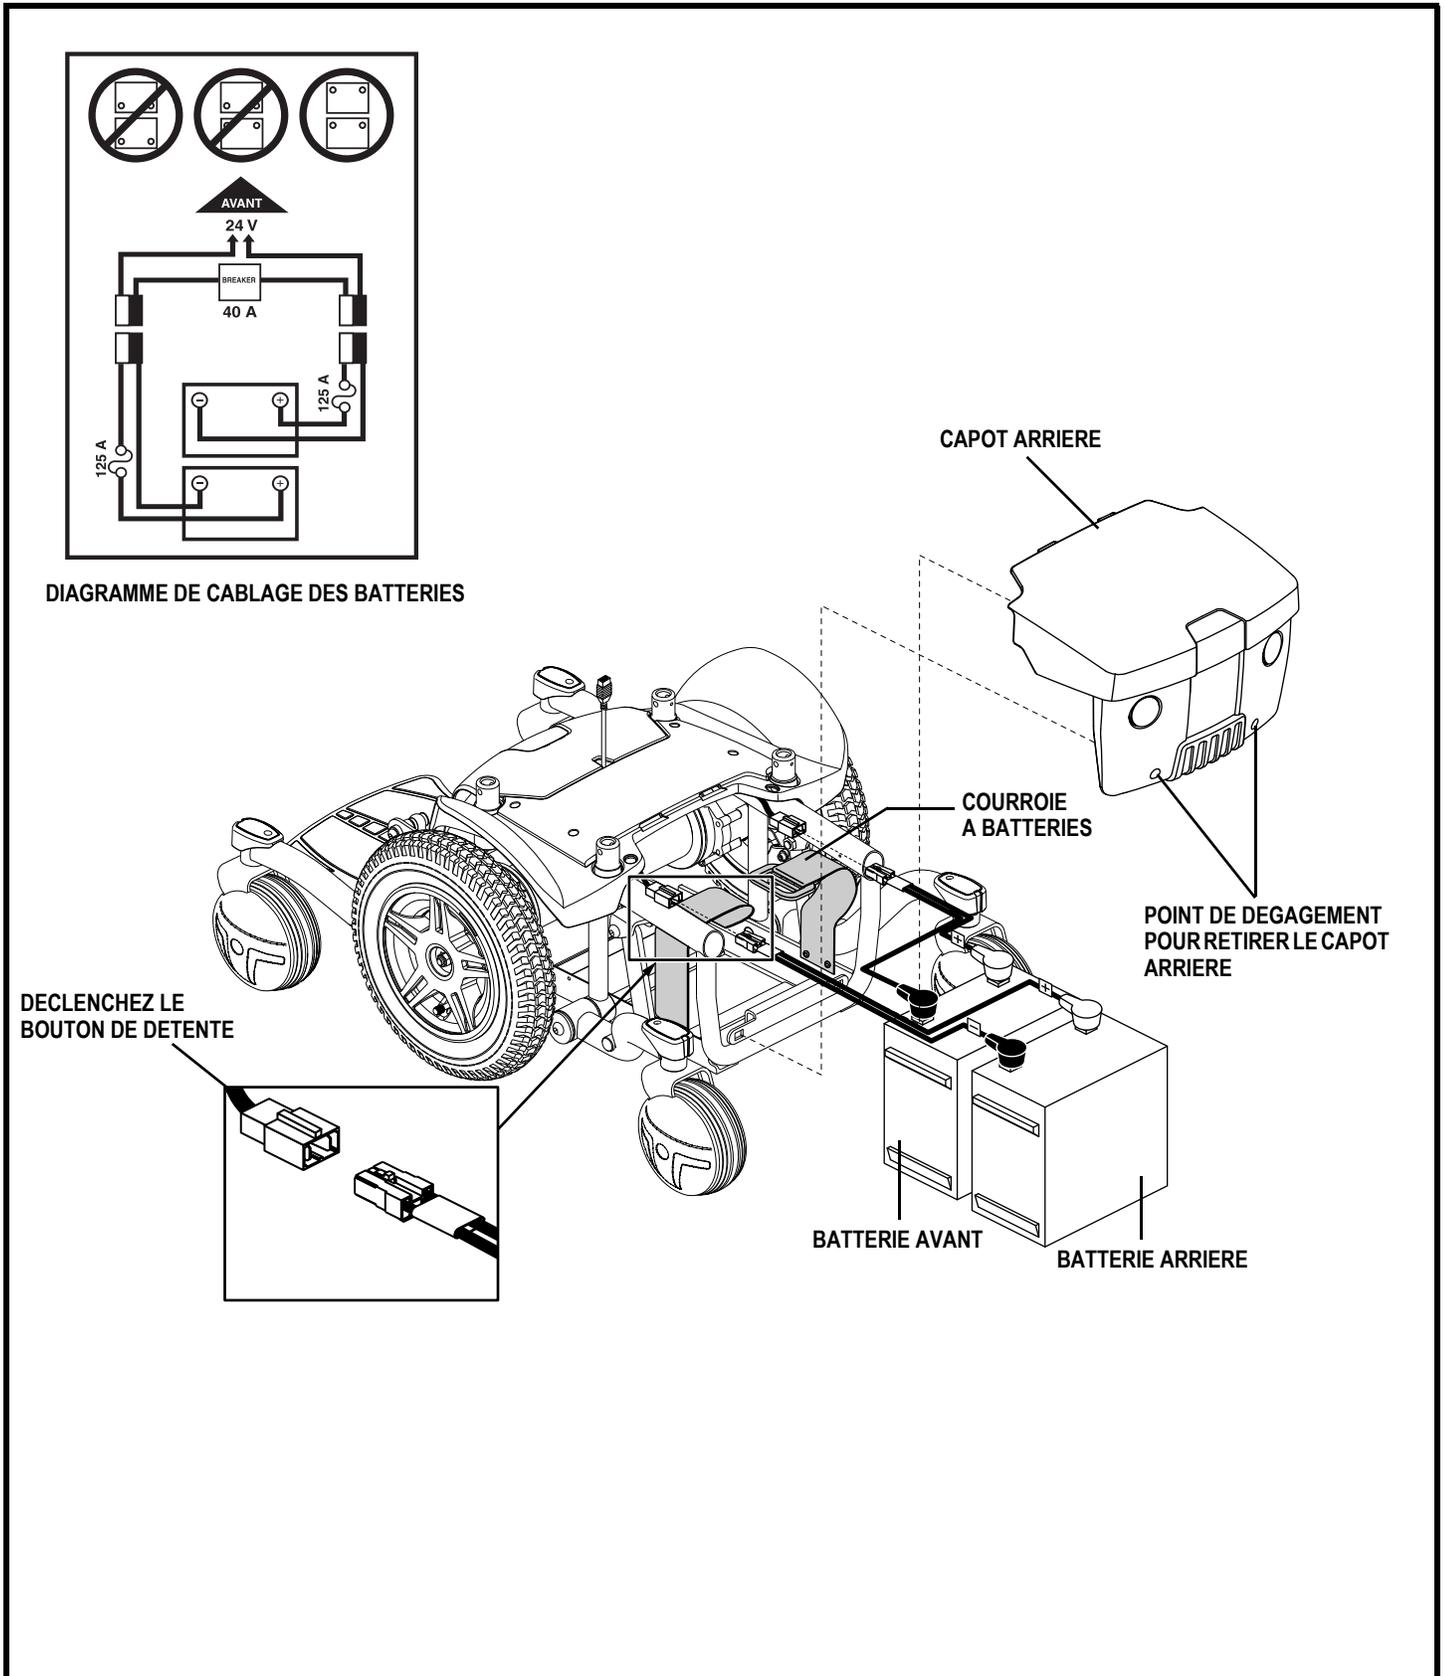

Figure 23. Enlèvement et installation des batteries
Un diagramme est apposé à l'avant du tableau électronique. **Voir la figure 23.** Voir la section VI. "Batteries et recharge" pour connaître les spécifications des batteries.
3. Tirez pour retirer le capot arrière. **Voir la figure 23.**
4. Pesez vers le bas pour déclencher le bouton de détente et débrancher le câble de la batterie arrière de la base motorisée. **Voir la figure 23.**
7. Pesez vers le bas pour déclencher le bouton de détente et débrancher le câble de la batterie avant de la base motorisée. **Voir la figure 23.**
10. Installez les câbles sur les nouvelles batteries en respectant le diagramme électrique. **Voir la figure 23.** Assurez-vous de connecter le fil rouge de la batterie à la borne positive (+) et le fil noir à la borne négative (-) sur chaque batterie.